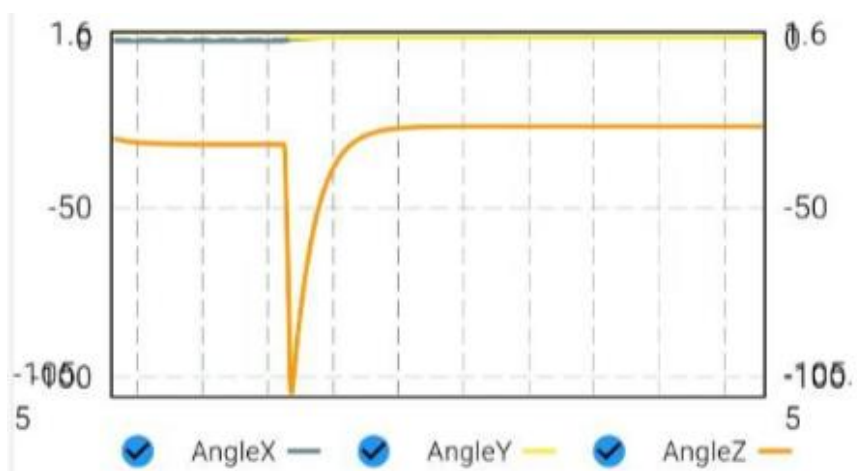

Рисунок 4 – Визначення необхідності калібрування модуля BWT901
2.4 Перейдіть на вкладку Angle, оберніть пристрій навколо осі Z (Рис. 4).